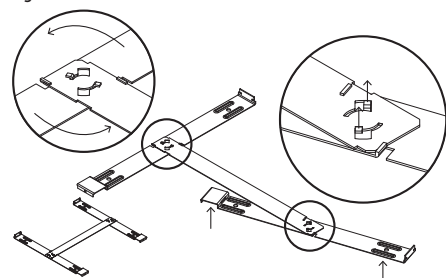

Fig. 3
- Una vez instalado el soporte, fije el panel al soporte en H conforme a lo indicado en la Fig. 3.